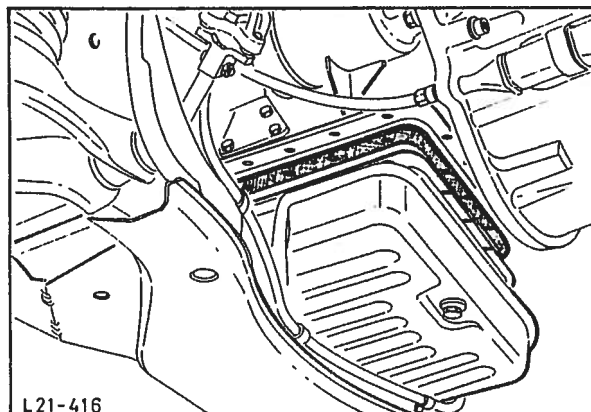

Fig. 101 Montering av bunnpanne.
7. Rengjør anleggsflatene på bunnpanne og motorblokk grundig. Fjern alle rester av den gamle pakningen og rett ut eventuelle bøyde partier på bunnpannens anleggsflate. Fest den nye pakningen til motorblokken med fett og sørg for at pakningen ligger riktig an. Monter bunnpannen og trekk jevnt til med angitt moment (se tekniske data), fig. 101.